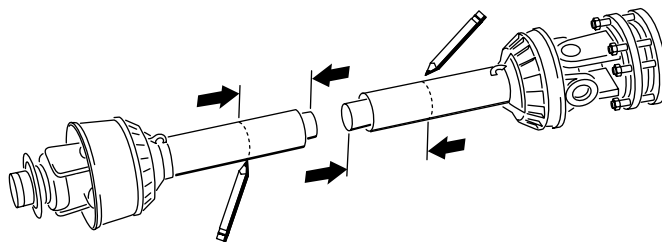
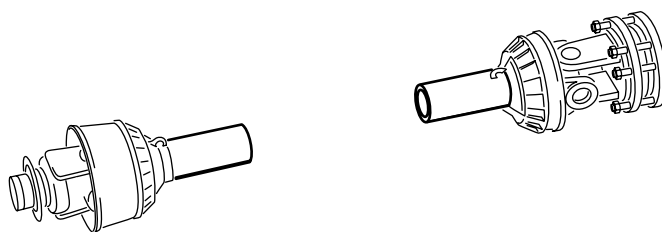

Рисунок 18
Рисунок 19
13. Используя расстояния, определенные в пункте 8, измерьте, разметьте и обрежьте кожух и трубу на каждой половине ВОМ (Рисунок 18 и Рисунок 19).